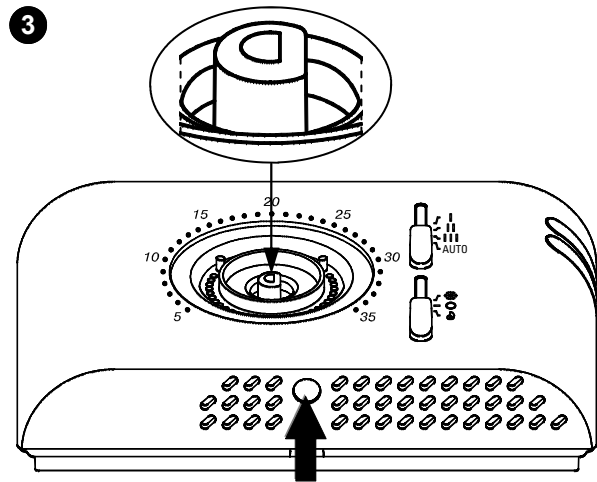

Fig. 4 - Abb. 4
- 3 Spingere, con l'aiuto di un cacciavite, la linguetta plastica situata nella feritoia in basso fino a sollevare leggermente la calotta (Fig. 4).